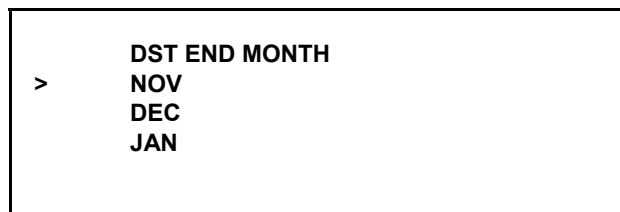

Рис. 62
**Примечание:** прокрутите вниз все варианты выбора, чтобы увидеть опции "ЧЕТВЕРТОЕ ВОСКРЕСЕНЬЕ" и "ПОСЛЕДНЕЕ ВОСКРЕСЕНЬЕ". Выберите месяц, когда заканчивается летнее время. Сохраните выбранный вариант нажатием символа КАЛИБРОВКА . (См. рис. 62.)